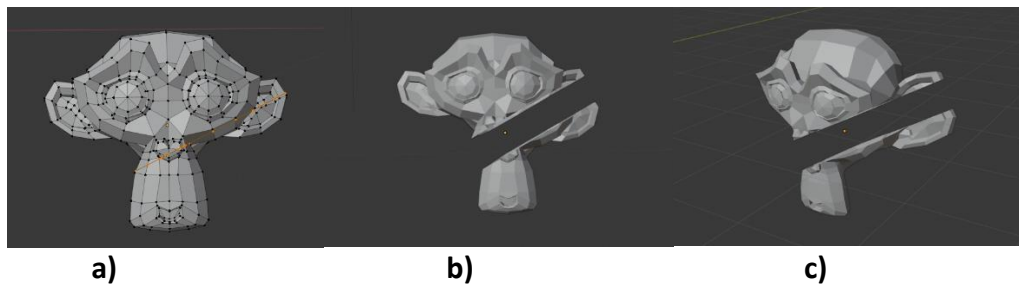

Figura 6. Utilização da ferramenta **Bisect**.
- Passar para o modo objeto e verificar que, agora, as duas partes da cabeça da macaca são objetos separados, movendo uma dessas partes (ver Figura 6).